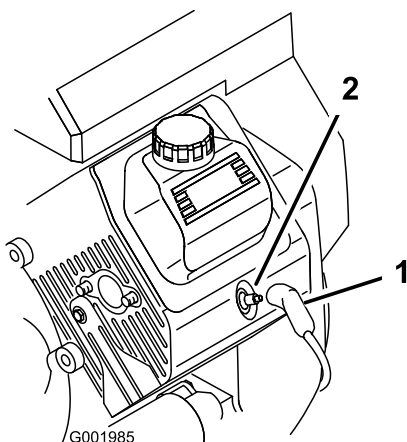

Figura 51
3. Desconecte los cables de las bujías (Figura 51).
3. Conecte los cables a las bujías (Figura 51).